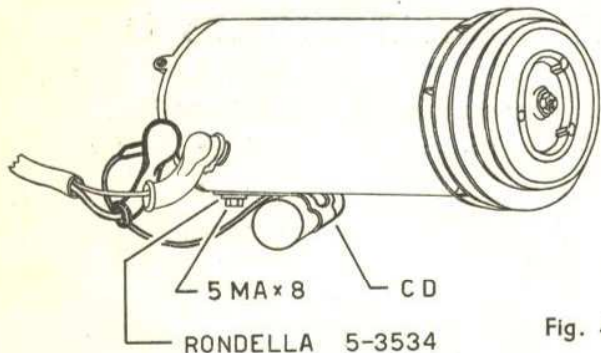

Fig. 4
4) SCHERMAGGIO DELLA VETTURA (fig. 4, 5 e 6)